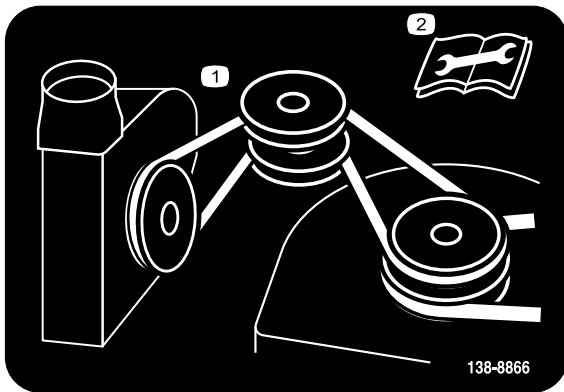
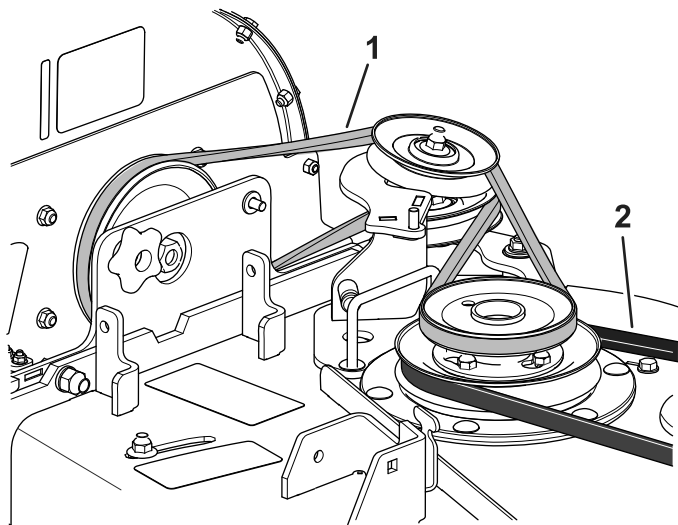

Figura 2
Figura 3
5. Instale la correa nueva como se muestra en la Figura 2 y la Figura 3.